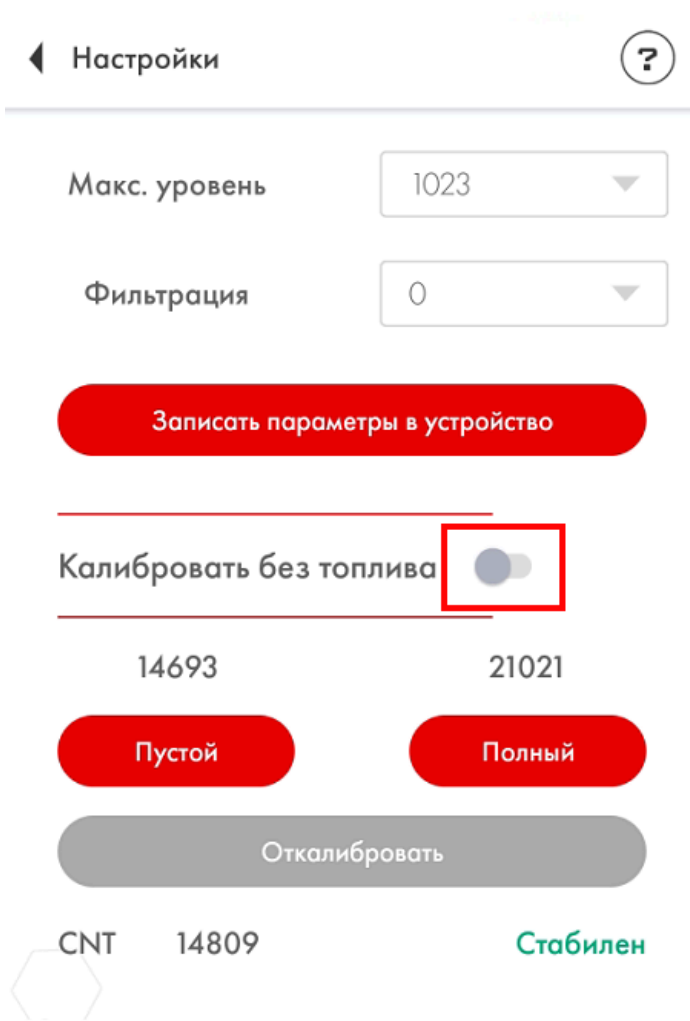
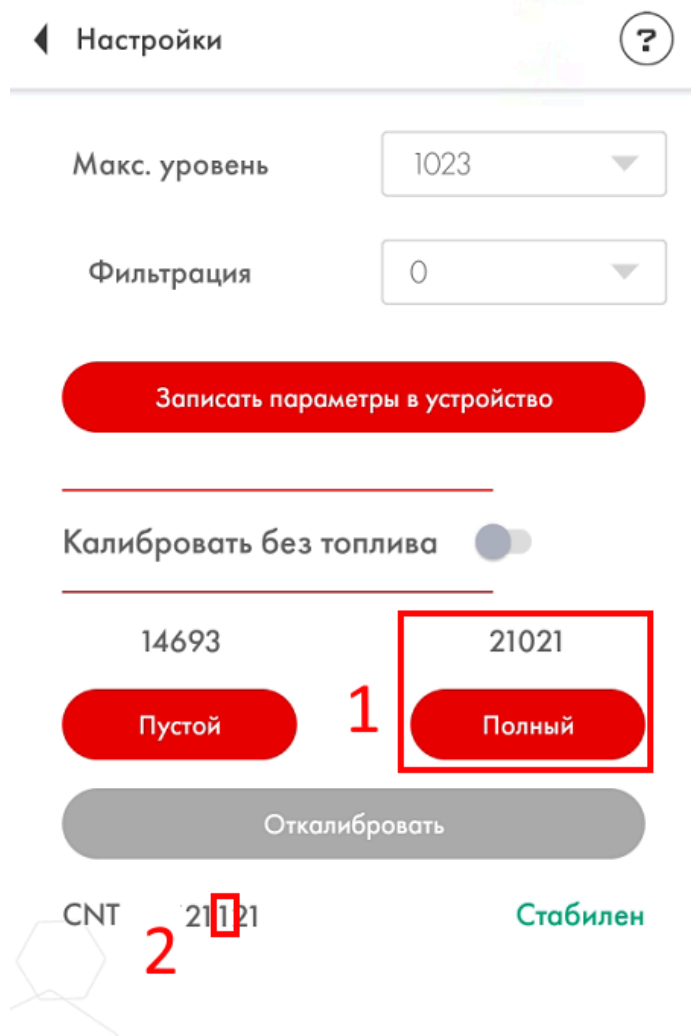

Рис. 22 Отключите опцию Калибровка без топлива
Рис. 23 Нажмите Полный после стабилизации уровня
- Переключите ползунок Калибровки без топлива в неактивное положение (**Рис. 22**) и нажмите кнопку Полный (**Рис. 23, 1**) после того, как уровень станет Стабильным или третья цифра с конца перестанет изменяться (в течение не менее 2-х минут) (**Рис. 23, 2**)